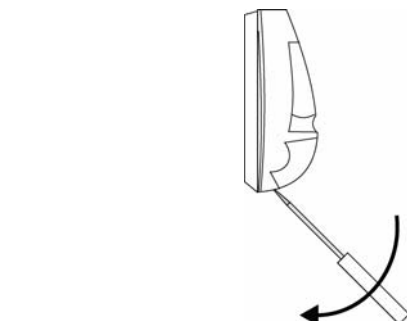

Fig. 1 Åbn huset
- Placer en jumper på det ønskede frekvensbånds pins (Fig. 1).
- Placer en jumper på de ønskede pulstæller-pins (Fig. 1).
- Sæt batteriet i (Fig. 1).